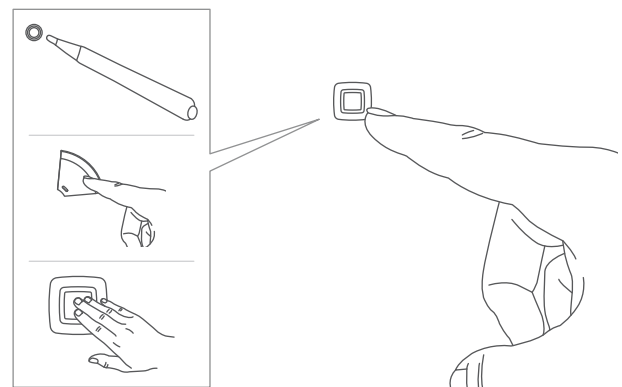

Abbildung 9
- Halten Sie die Systemtaste für 4 s gedrückt Abb. 9.